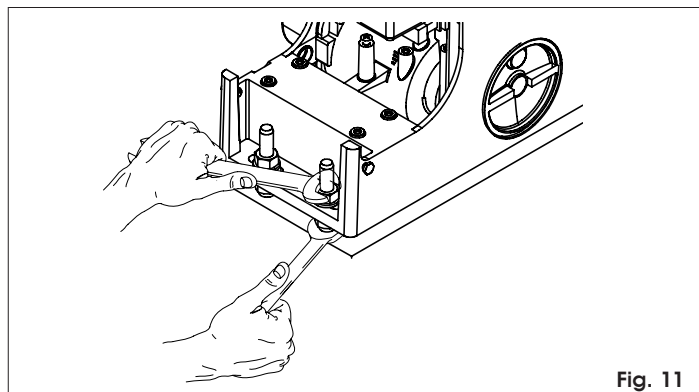

Fig. 11
4) Fissare il motoriduttore sulla piastra di fondazione stringendo i dadi come da Fig.11.